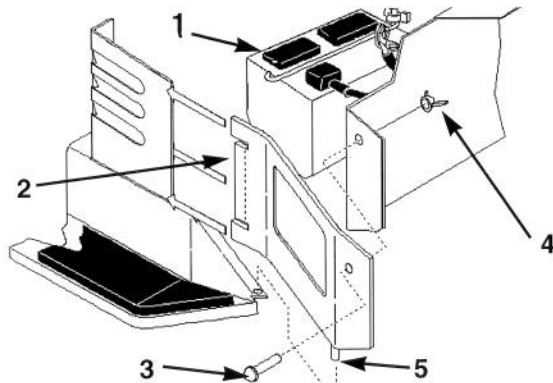

Bild 36
3. Zum Entfernen der Batterie, die Seitenwände abnehmen (Bild 36). Die Flügelmutter und Schrauben entfernen und anheben, bis sie frei vom Stehbolzen sind, dann die Wandlaschen aus dem Lenkgehäuse herauschieben.
7. Die Batterie in das Chassis einführen (Bild 36).
11. Die Seitenwände durch Einschieben der Wandlaschen in das Lenkgehäuse und Einführen des Stifts in den Flansch des Fußbretts montieren. Mit Schrauben und Flügelmutter absichern (Bild 36).